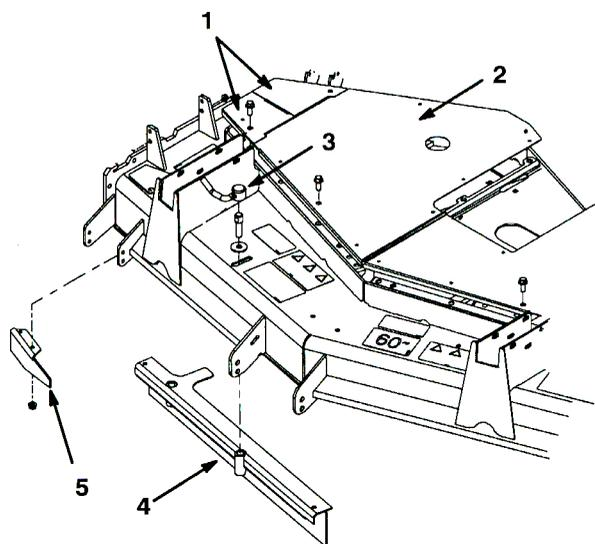

図4
3. Cuttingユニット上部から、右カバー2枚と、センター・カバー1枚を外す (図4)。
4. Cuttingユニットに調整式フロー・バップル (図4) を固定しているカム・ロック、ワッシャ、ナットとボルトを外す。バップルその他を外す。
5. Cuttingユニットに排出バップル (図4) を固定しているボルトとナットを外す。バップルその他を外す。